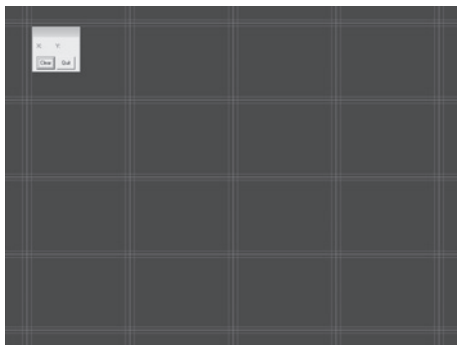

図 7
2. 図7が表示されます。画面をタッチペンでなぞり、正しく線を描けるかチェックして下さい。